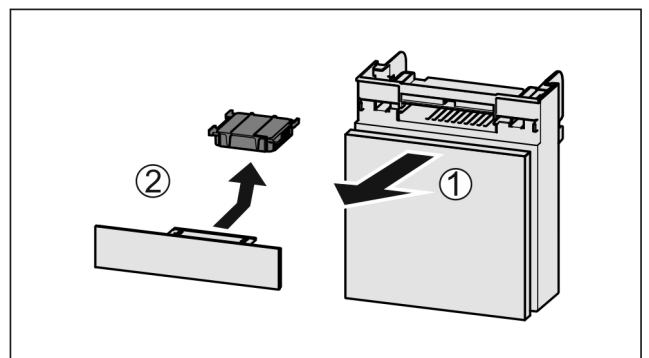

Fig. 54
- Fach nach vorne herausziehen Fig. 54 (1).
- Aktivkohlefilter entnehmen Fig. 54 (2).